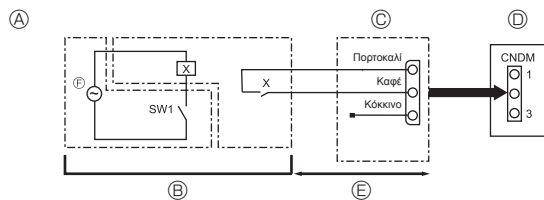

Fig. 9-1
9.1. Λειτουργία με χαμηλότερα επίπεδα θορύβου (επιτόπου τροποποίηση) (Fig. 9-1)